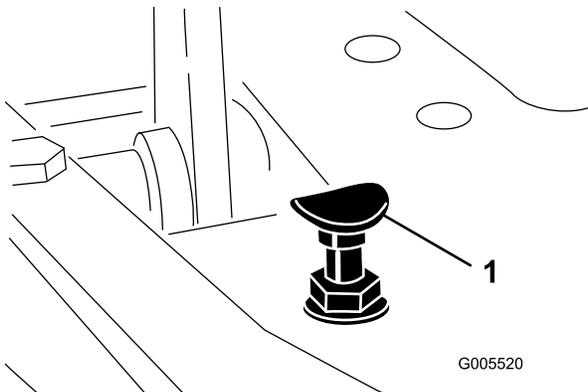

Figura 52
Para obter a velocidade máxima de transporte, engate a alavanca de controlo de função na posição de transporte e carregue para baixo no pedal de tracção. Se o pedal entrara em contacto com o batente (Figura 52) antes de se sentir tensão no cabo, é necessário efectuar um ajuste:
1. Ponha a alavanca de controlo de função na posição de transporte e liberte a porca de bloqueio que fixa o batente do pedal à placa inferior (Figura 52).